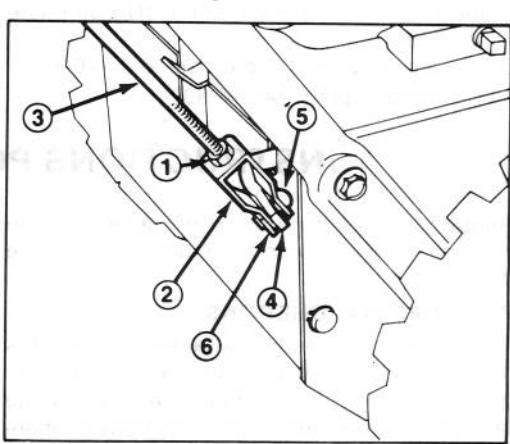

Figure 5
1. Desserrez l'écrou de blocage au-dessus de l'étrier sur la tige de commande supérieure (Fig. 5).
5. Après avoir effectué ce réglage, posez la cheville d'étrier et fixez à l'aide de la goupille fendue. Serrez l'écrou de blocage pour maintenir l'étrier (Fig. 5).